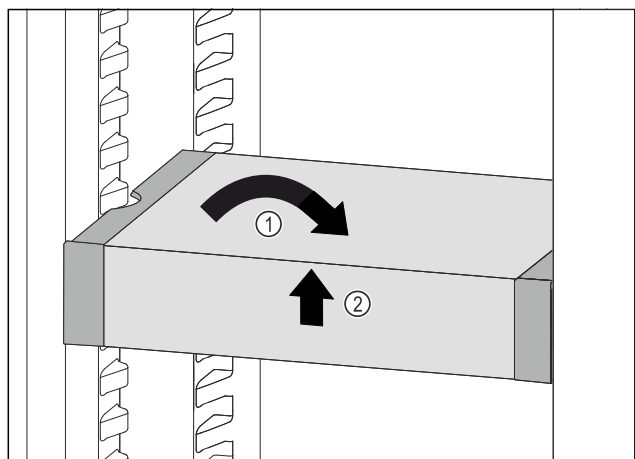

Fig. 129
- ▶ VarioSafe gerade stellen. Fig. 129 (1)
- ▶ VarioSafe vorne anheben. Fig. 129 (2)